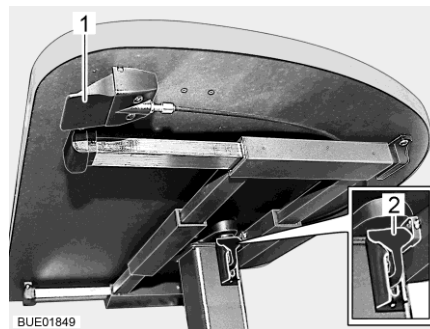

Bild 55 Hubtisch mit Entriegelungstaste
- Verriegelungshebel (Bild 55,2) nach unten ziehen oder drücken.
- Verriegelungshebel (Bild 55,2) nach oben drücken.
- Entriegelungstaste (Bild 55,1) drücken und gedrückt halten. Die Tischplatte fährt selbsttätig bis zum Endanschlag nach oben.
- Entriegelungstaste (Bild 55,1) loslassen. Die Tischplatte bleibt in der gewählten Position stehen.
- Entriegelungstaste (Bild 55,1) drücken und gedrückt halten.
- Entriegelungstaste (Bild 55,1) loslassen. Die Tischplatte bleibt in der untersten Position stehen.